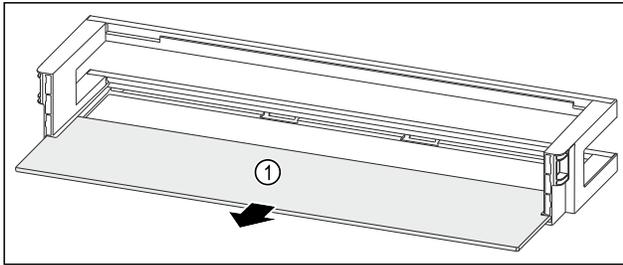

Fig. 81 Türabsteller mit Abstellfläche
- ▶ Abstellfläche Fig. 81 (1) entnehmen.